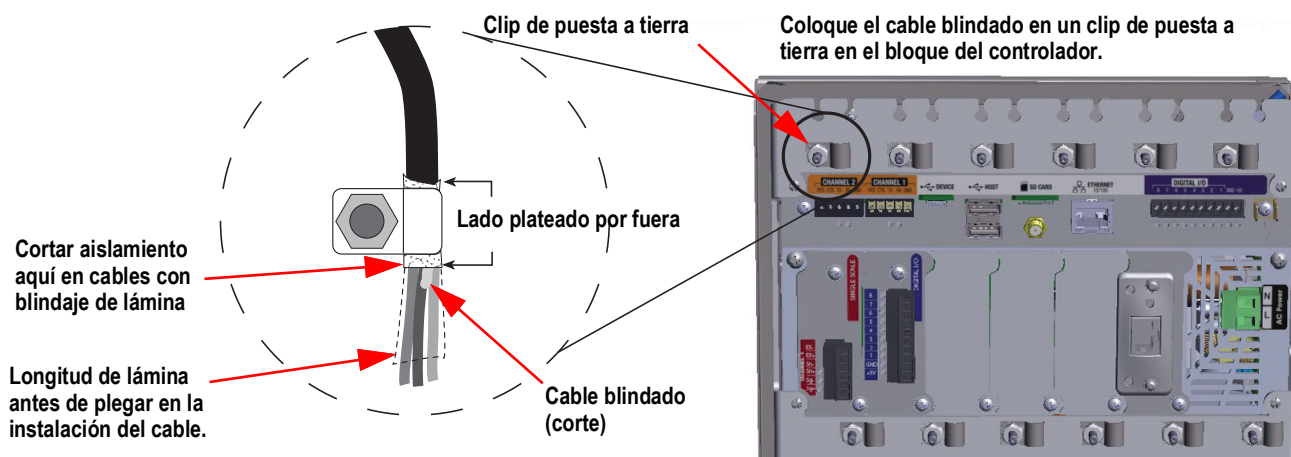

Figura 2-28. Abrazadera de conexión a tierra y perno mostrados en el alojamiento para panel de 1280
3. Corte y doble el cable blindado y el aislamiento de lámina como en la Figura 2-28.